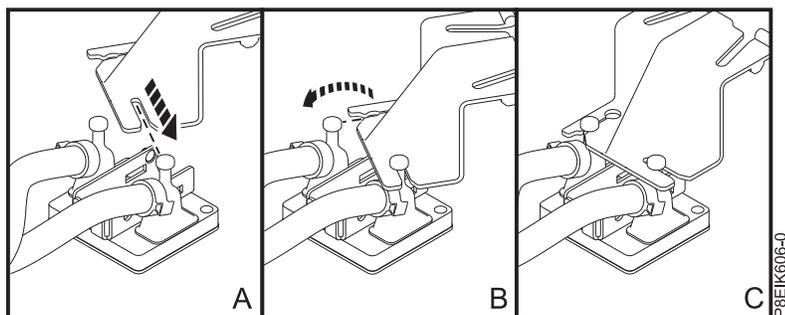

図 30. ホルダーへの冷却プレート・ピンの挿入
- b. 一方の冷却プレート・ピンをホルダー内へスライドさせます (図 30 の **(A)** を参照)。ピンは、必要最小限だけスロットに差し込んでください。
- c. 冷却プレートを回転させて、もう一方のピンをホルダー内へスライドさせます (図 30 の **(B)** を参照)。ピンは、必要最小限だけスロットに差し込んでください。